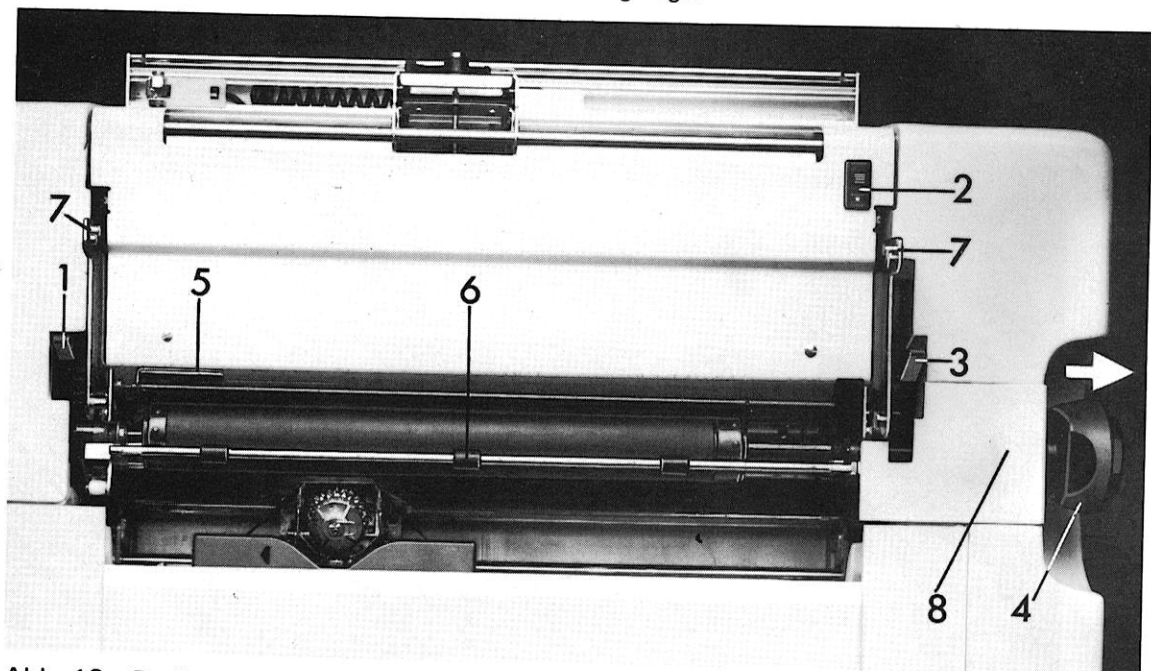

Abb. 12 Bedienungselemente
Mit dem Prellabstandeinsteller 1) Abb. 12 wird der Abstand zwischen der Schreibwalze und dem Schreibkern individuell auf die Anzahl der Durchschläge und auf die Papierqualität abgestimmt.
Der Abstand zwischen den Zeilen wird durch den Zeilenabstandeinsteller 2) Abb. 12 verändert.
Zum seitlichen und waagrechten Ausrichten der Einzelformulare und Einzelformularsätze wird der Papierlöser 3) Abb. 12 nach vorn gelegt.
Mit Hilfe des Walzendrehknopfes 4) Abb. 12 wird die Walze von der Zeilenschaltung getrennt. Den Walzendrehknopf bis zum Anschlag herausziehen und die Walze im herausgezogenen Zustand einstellen.
Nach dem teilungsgerechten Ausrichten von Einzelformularen und Einzelformularsätzen wird die Papieranlage 5) Abb. 12 an den linken Formularrand herangeschoben. Damit ist ein gleichmäßiger Zeilenanfang bei allen Formularen dieser Art gegeben und eine Übereinstimmung zwischen Programm und Formular gesichert.
- Die Abdeckung 8) Abb. 12 neben dem Walzendrehknopf abnehmen
- Walzendrehknopf (4) Abb. 12 in die äußere Stellung herausziehen, roter Ring ist sichtbar
- Papierlöser 3) Abb. 12 nach vorn legen